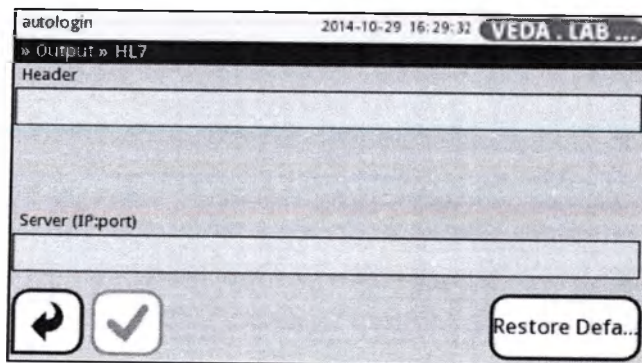

Рис. 47: Меню Передача>HL7 (Transfer>HL7)
- 2 В меню **Настройки (Settings)** коснитесь кнопки **Передача (Output)** (8 на Рис. 47) и выберите переключателем **CSV**. Коснитесь кнопки **Следующий (Next)** для настройки выбранной передачи.